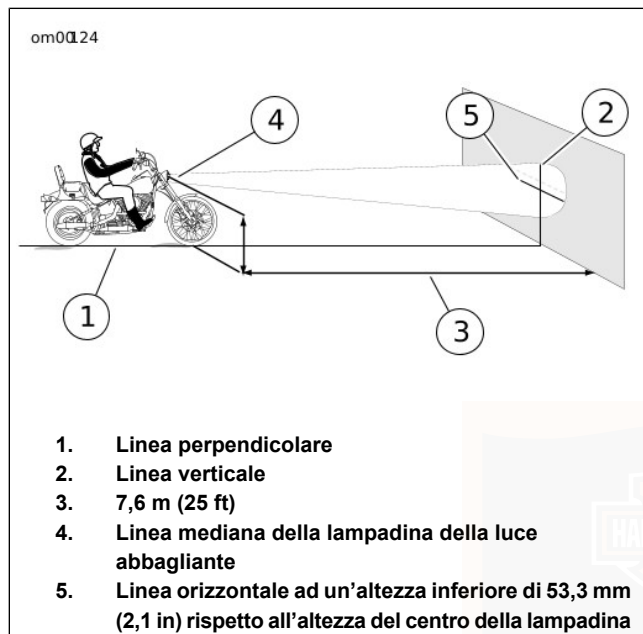

Figura 46. Allineamento del faro anteriore
Vedere Figura 46. Per farsi aiutare nel corretto posizionamento della motocicletta, si può tracciare una linea perpendicolare (1) sul pavimento. Per risultati ottimali, scegliere una zona scarsamente illuminata.
3. Vedere Figura 46. Tracciare una riga verticale (2) sulla parete.
7. Vedere Figura 46. Verificare l'allineamento del faro anteriore. Portare il commutatore di accensione su IGNITION (accensione) e posizionare il commutatore del faro anteriore in posizione ABBAGLIANTE.